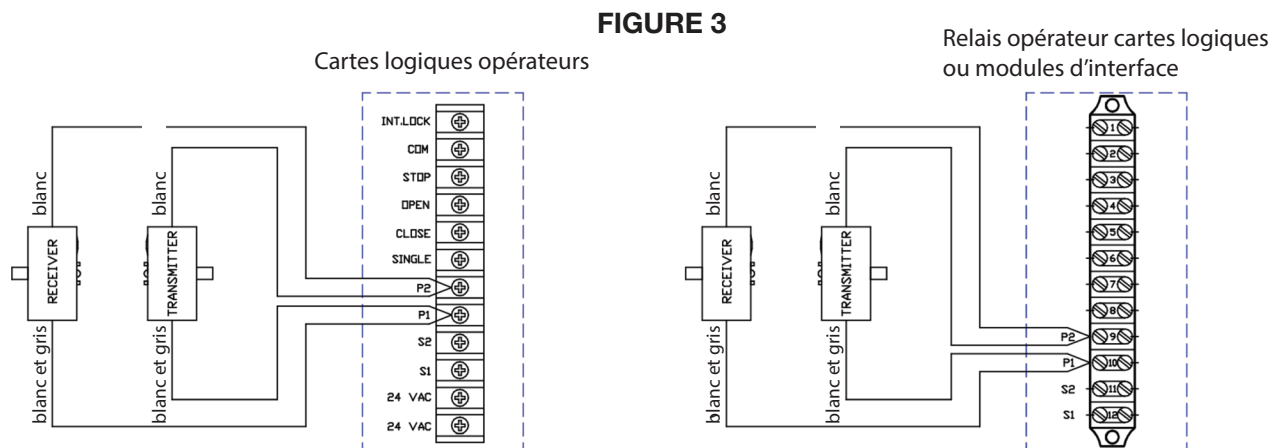

FIGURE 3
- Branchez ces fils jumelés aux bornes P1 et P2 sur la carte logique (ou le module d'interface, le cas échéant) comme le montre la Figure 3.